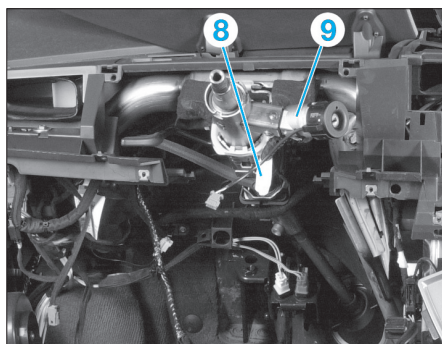

Fig. 6
- En manoeuvrant l'habillage (1), positionner les pions (3) en face des orifices (4).
- Déposer le support d'habillage (5) et l'habillage (1).
- Débrancher le connecteur (6) de l'antivol de direction (7) et extraire ce dernier.
- Déloger le faisceau électrique (8) du contacteur à clé (9) (Fig.6).